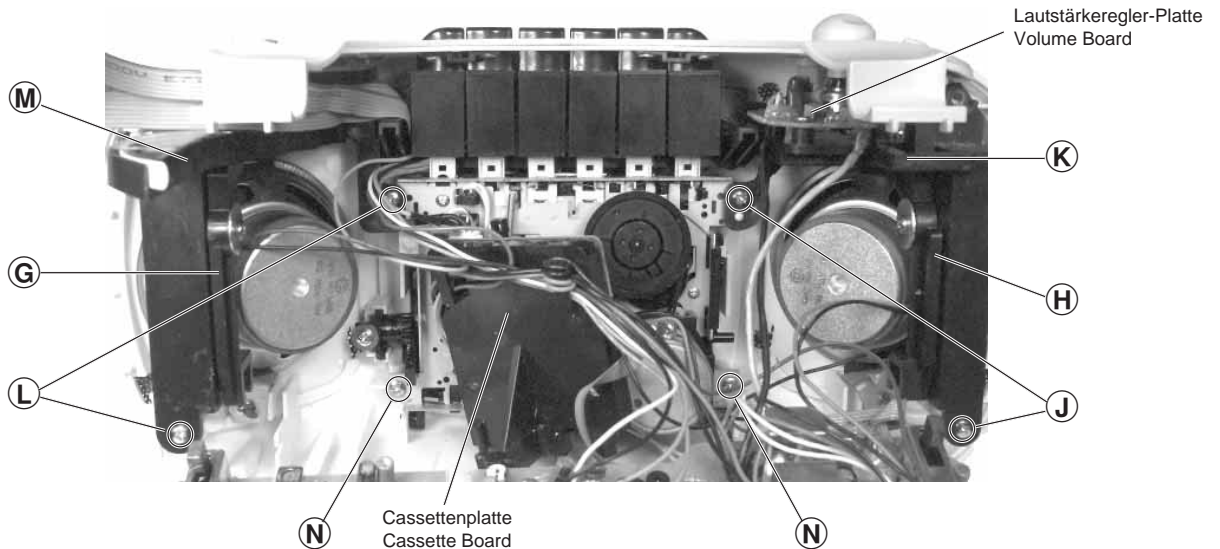

Fig. 6
- 2 Schrauben ② (Fig. 6) herausdrehen.
- Plattenhalter ③ (mit Lautstärkereglern-Platte und Schalthebel ④) abnehmen.
- 2 Schrauben ⑤ (Fig. 6) herausdrehen.
- Zeigerführung ⑥ (mit Schalthebel ④) abnehmen.
- 2 Schrauben ⑦ (Fig. 6) herausdrehen.
- Undo 2 screws ② (Fig. 6).
- Remove the board holder ③ (with volume board and switch lever ④).
- Undo 2 screws ⑤ (Fig. 6).
- Remove the pointer guide ⑥ (with switch lever ④).
- Undo 2 screws ⑦ (Fig. 6).